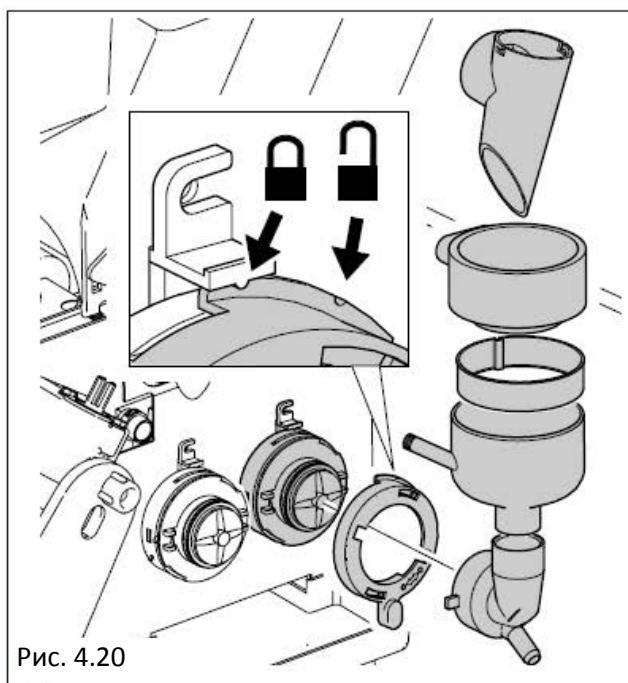

Рис. 4.20
- удалите все желоба для порошка, воронки для воды, смесительные бачки, вертушки миксеров и силиконовые трубы и также опустите все это в заранее подготовленный раствор (Рис.4.20)